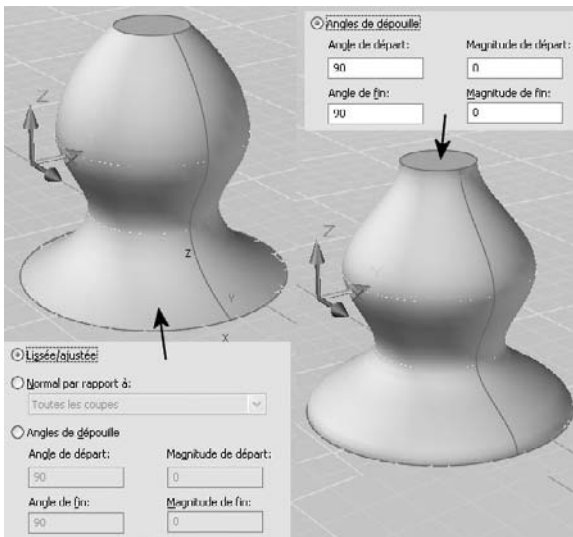

Fig.18.25
- **Angles de dépouille** (Draft angles) : détermine l'angle et la magnitude de dépouille de la première et de la dernière coupe de la surface ou du solide lissé. Cet angle donne la direction de début de la surface (fig.18.25).